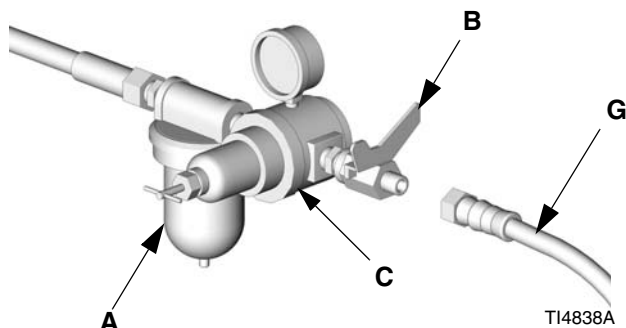

FIG. 3
6. Koble andre enden av luftslangen (G) til uttaket på luftavstengningsventilen. Se FIG. 3.